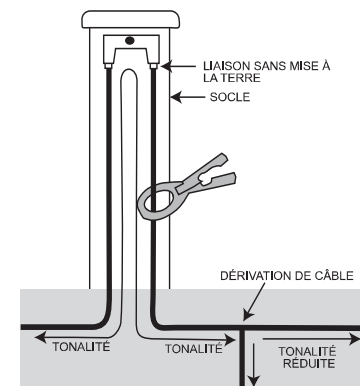

Fig. 12 - Tonalité réduite au niveau d'une dérivation de câble
- Tonalité réduite au niveau de la dérivation :** Lorsque tonalité est appliquée à un câble comportant une dérivation, la tonalité est divisée, ce qui a pour effet de la réduire relativement à la longueur et au calibre de chaque conducteur. (Voir fig. 12)